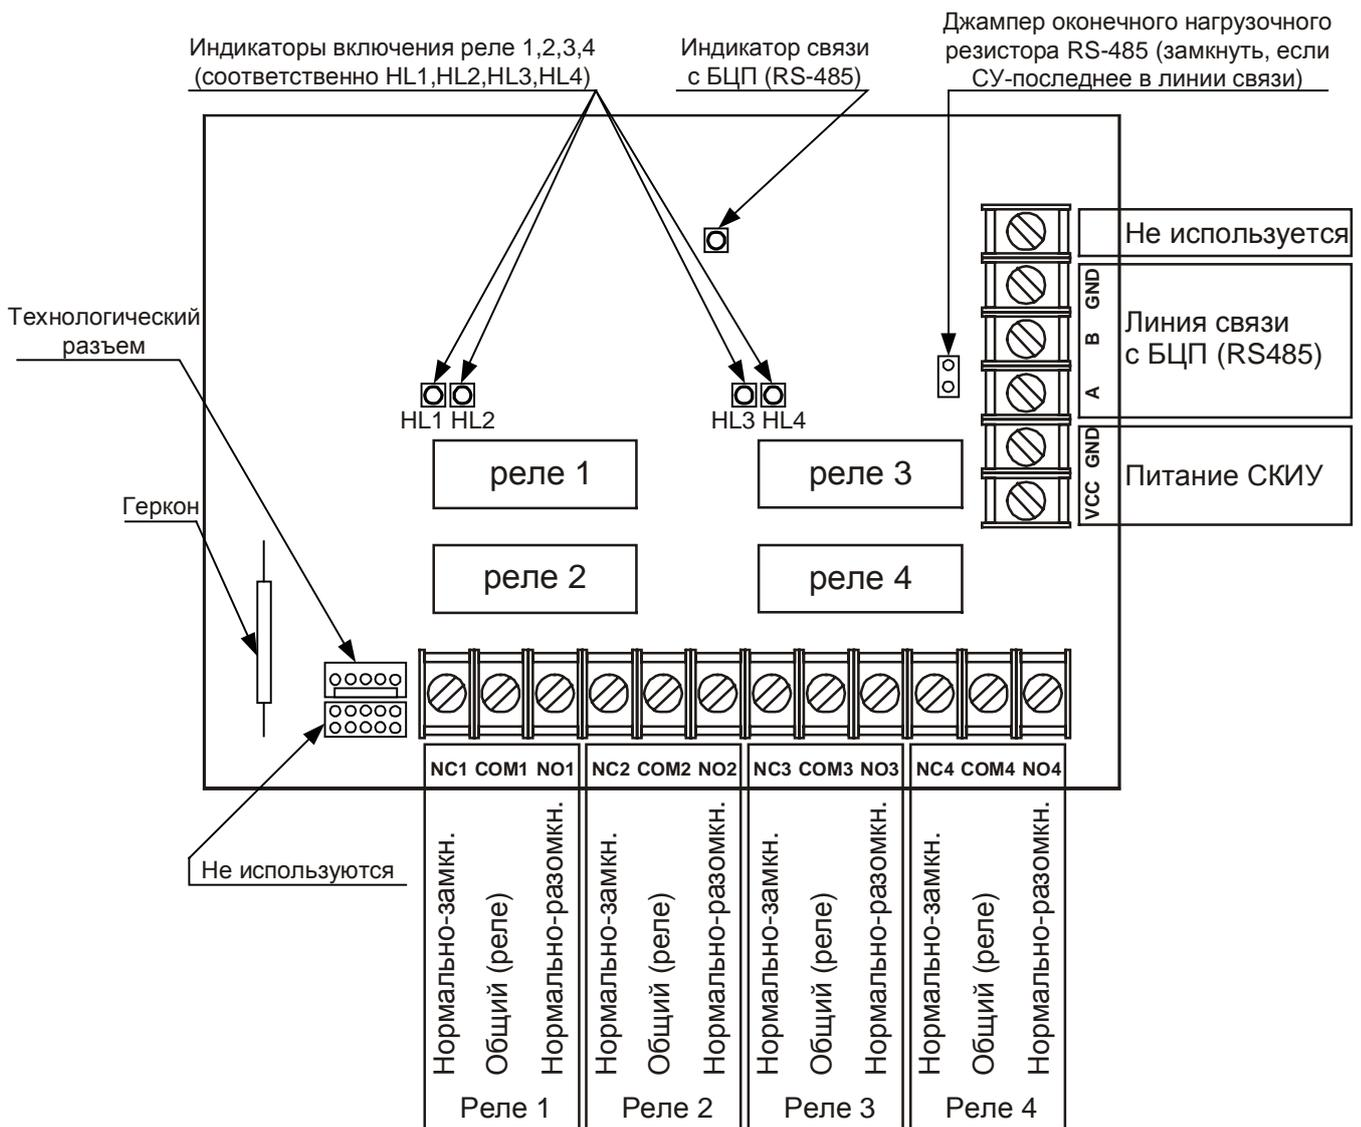

Рис. 4 Схема подключения SKIU
4.3. На Рис. 4 приведен внешний вид печатной платы СКИУ.
5.2. Подключение СКИУ к БЦП и исполнительным устройствам осуществляется через клеммы, установленные на плате. Схема подключения СКИУ приведена на Рис. 4.
- Если SKIU является последним устройством в линии связи с БЦП, перемычку согласующего резистора (см. Рис. 4) необходимо замкнуть. Далее необходимо сконфигурировать БЦП для работы с SKIU в соответствии с Руководством по эксплуатации БЦП ППКОПУ 01059-1000-3 «Р-08».